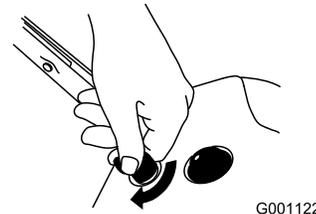

Figure 13
1. Tournez la clé dans le sens horaire en position Contact établi (Figure 13).